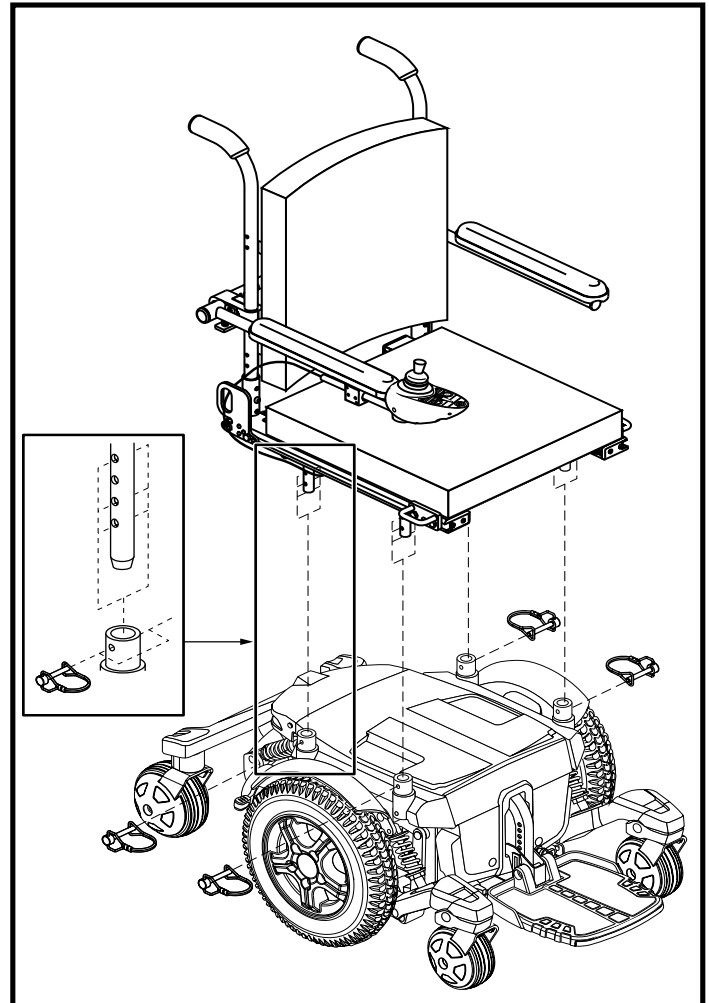

Figura 11. Installazione seduta Synergy
Prima dell'uso iniziale o dopo il trasporto della carrozzina, può essere necessario installare il sedile. La seduta Synergy si appoggia alla base su quattro pistoni. Vedere figura 11. Se la Vostra carrozzina è dotata di sistema di seduta Synergy TRU- Balance o altro tipo di seduta opzionale, consultare le informazioni fornite nel relativo manuale separato.
2. Abbassare la seduta controllando che i quattro tubulari della base si vadano ad incastrare con la base. Vedere figura 11.
4. Rimuovere i morsetti di fissaggio dai connettori di montaggio del sedile. Vedere figura 11.